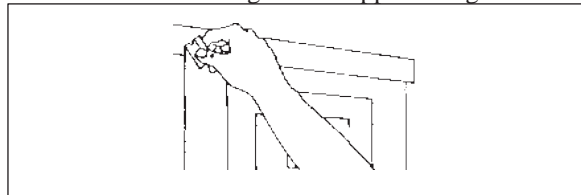

Fig. 10
3. Tagliare la cerniera di nastro su ambo i lati per facilitare l'operazione successiva, facendo attenzione a non tagliare il supporto. Fig. 10